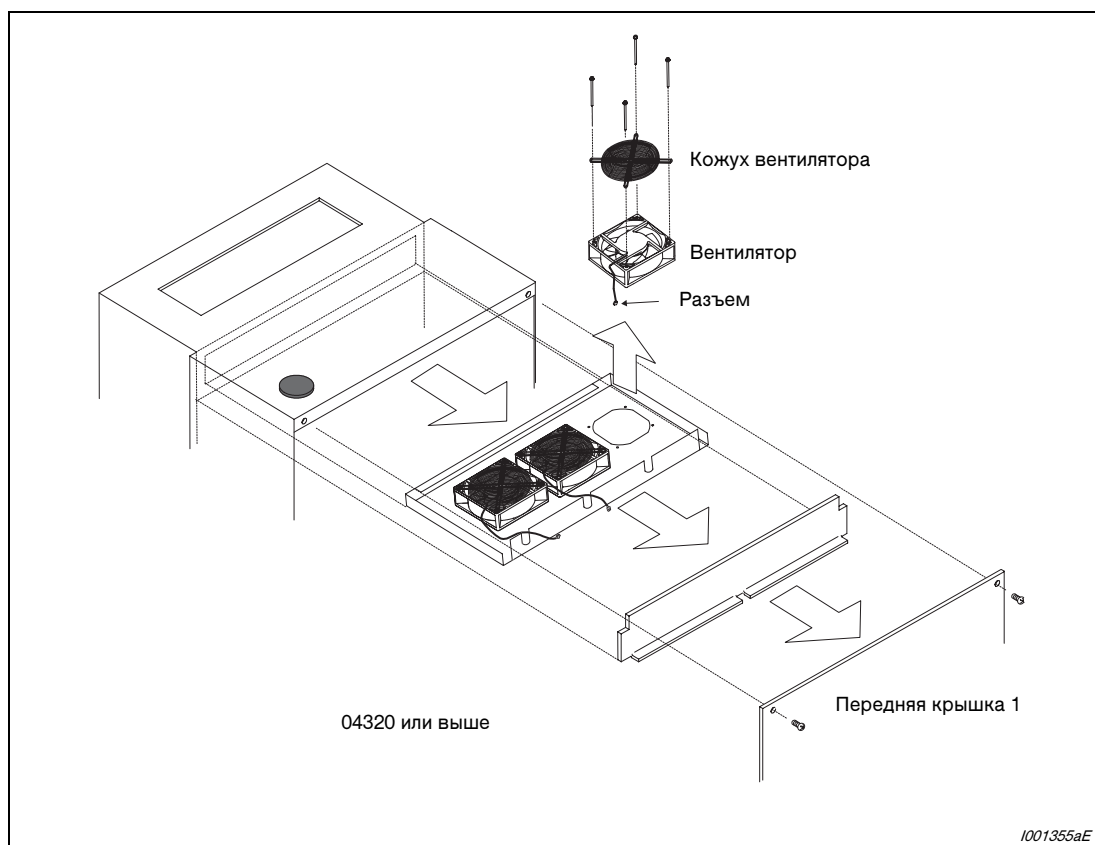

Рис. 8-9: Демонтаж охлаждающего вентилятора
- ② Установите вентилятор в последовательности, обратной демонтажу (см. рис. 8-9). Проложите провода вентилятора так, чтобы их не могли повредить вращающиеся лопасти вентилятора.